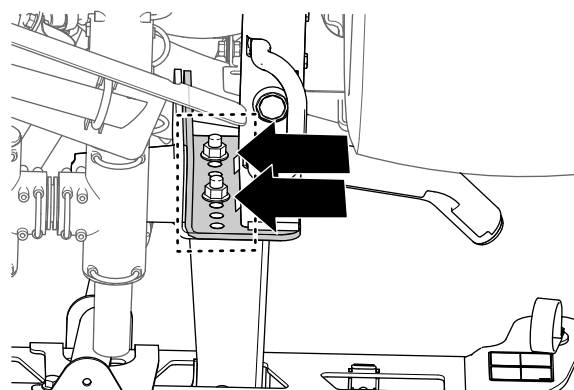

Figure 46
3. Avec un morceau de ruban adhésif, repérez les trous des 4 boulons à embase (1/2" x 1 1/4") et des 4 contre-écrous à embase (1/2") qui fixent les supports de la section de pulvérisation centrale à la plaque de montage de la machine (Figure 46).